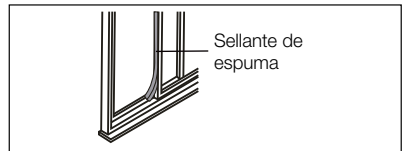

Fig. 21
- Corte el sellante de espuma a la longitud adecuada y selle el espacio abierto entre la ventana de guillotina y la exterior, como se muestra en la Fig. 21.